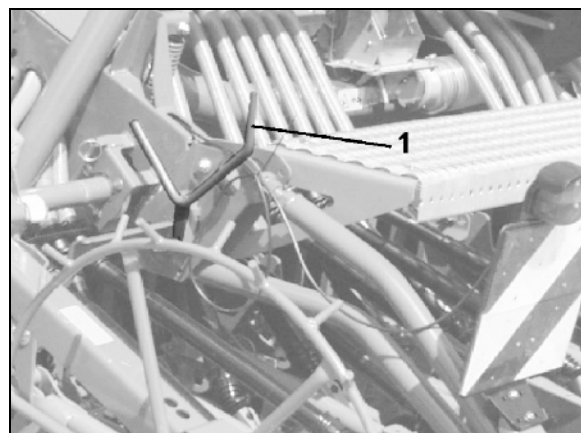

Рис. 106
6. Выньте рукоятку для установки нормы высева (Рис. 106/1) из транспортировочного крепления.